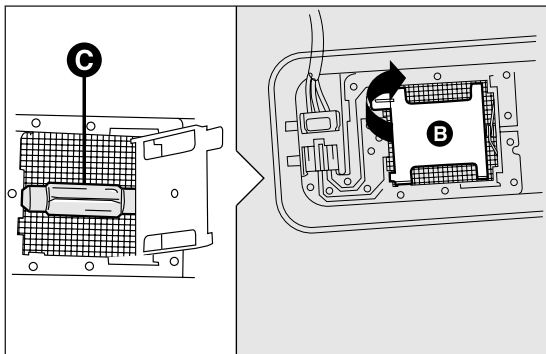

РИС. 121
- открыть крышку В РИС. 121 как показано;
- заменить лампу С РИС. 121, освободив ее из боковых контактов, вставить новую лампу и убедиться, что она хорошо закреплена в контактах;